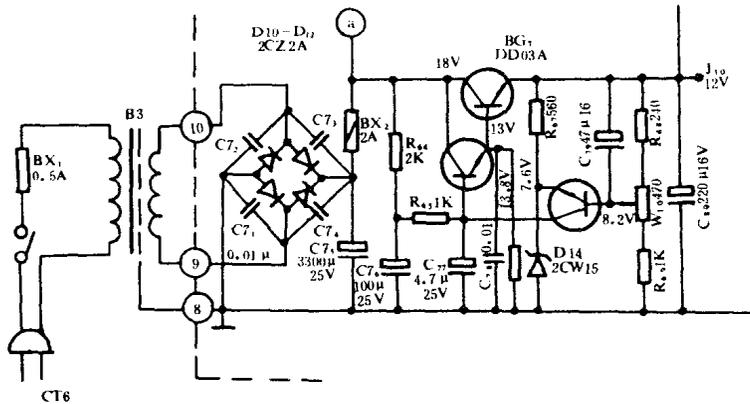

图 1-1
2. 检查稳压电路。测量 12 V 稳压输出电压为 11.7 V，调 W10（见图 1-1）电压只能升高至接近 12 V，说明稳压电路有故障或负载太重。测量总电流正常，表明故障在稳压